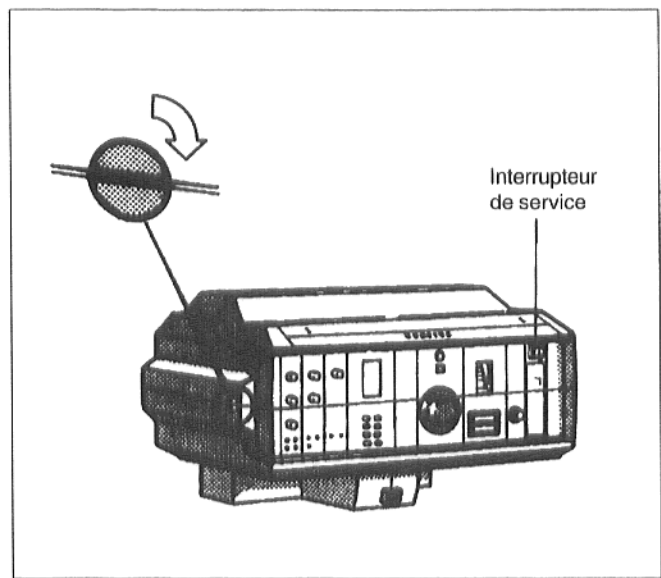
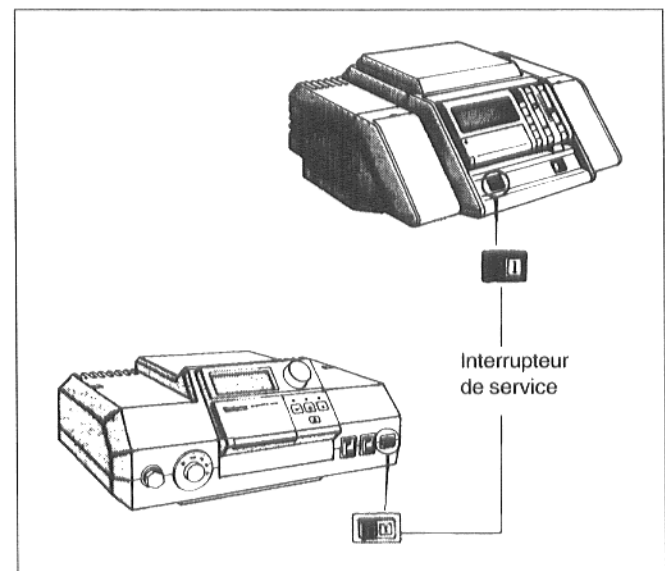

Fig. 35 Appareil de régulation HS 3220
Fig. 36 Appareil de régulation HS 4201
- Pour HS 3220 uniquement : A l'aide d'une pièce de monnaie, par ex., mettre les fentes des vis (Fig. 35) du couvercle transparent de l'appareil de régulation en position horizontale. Retirer le couvercle transparent vers l'avant.
- Mettre l'interrupteur de service (Fig. 35 et Fig. 36) de l'appareil de régulation en position 0.